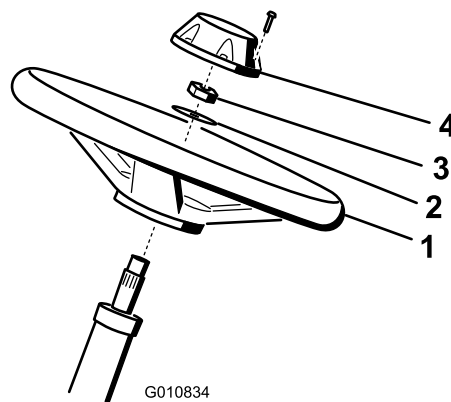

Рисунок 3
1. Наденьте рулевое колесо на рулевой вал (Рисунок 3).
2. Наденьте шайбу на рулевой вал (Рисунок 3).
- Закрепите рулевое колесо на валу зажимной гайкой и затяните ее с моментом 27-35 Н·м (Рисунок 3).
- Установите крышку рулевого колеса и закрепите ее винтом (Рисунок 3).